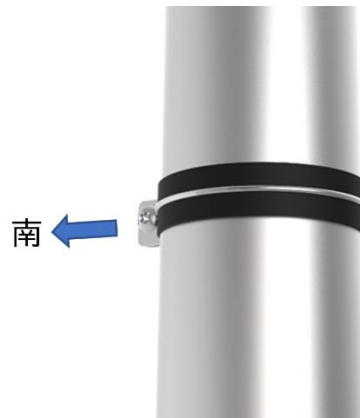

図 17 滑り止めバンドの取付け
- ① 屋外設置アンテナをポールに取付ける前に、滑り止めバンドを取付けてください。滑り止めバンドは、推奨ポール径 60.5mm で使用できるように設計されています。このとき、図 17 のように、ネジ側が 8 の字の中心方向に向いていることを確認して 2.5 N・m のトルクでネジを締めます。